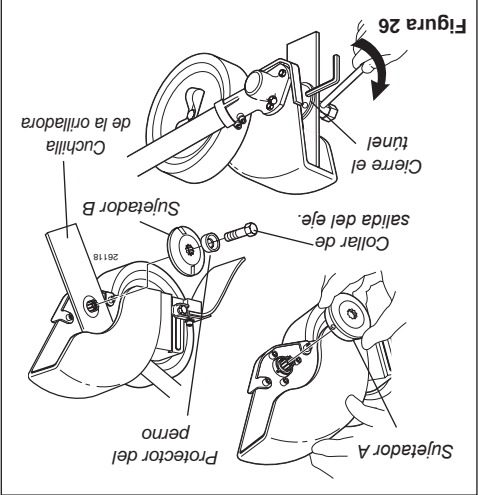

Figura 26
3. Monte la cuchilla de la orilladora y el sujetador B en el eje, y entonces instale al seguro del perno y perno del eje (gire el perno hacia la izquierda para instalar). Vea la Figura 26.
4. Alinee el hoyo del sujetador A con el hoyo correspondiente en la caja de engranajes y entonces utilice la llave inglesa asegurar temporalmente la salida del eje. Vea la Figura 26.
5. Utilice la llave inglesa de la combinación para apretar firmemente el perno del eje. Quite la llave inglesa. Vea la Figura 26.